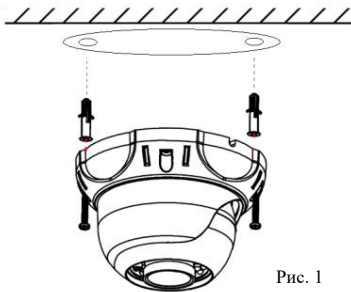

Рис. 1
6. Просверлите два отверстия в соответствии с монтажным шаблоном, затем при помощи шурупов и дюбелей закрепите камеру в подготовленные отверстия (см. рис.1).